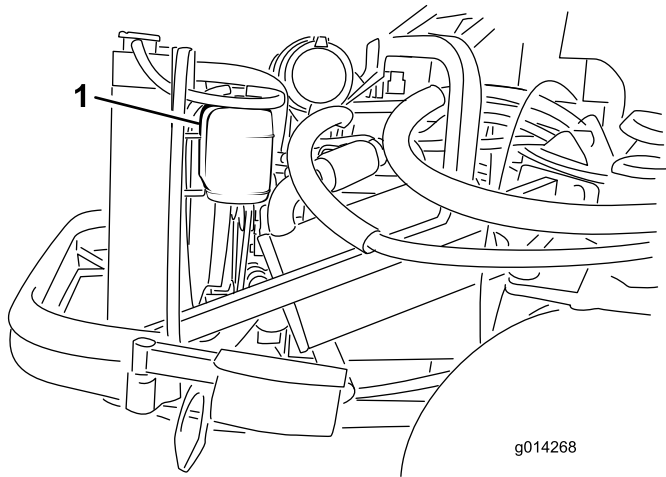

Figure 43
1. Vérifiez le niveau du liquide de refroidissement dans le vase d'expansion (Figure 43). Il doit se situer entre les repères qui figurent sur le côté du réservoir.